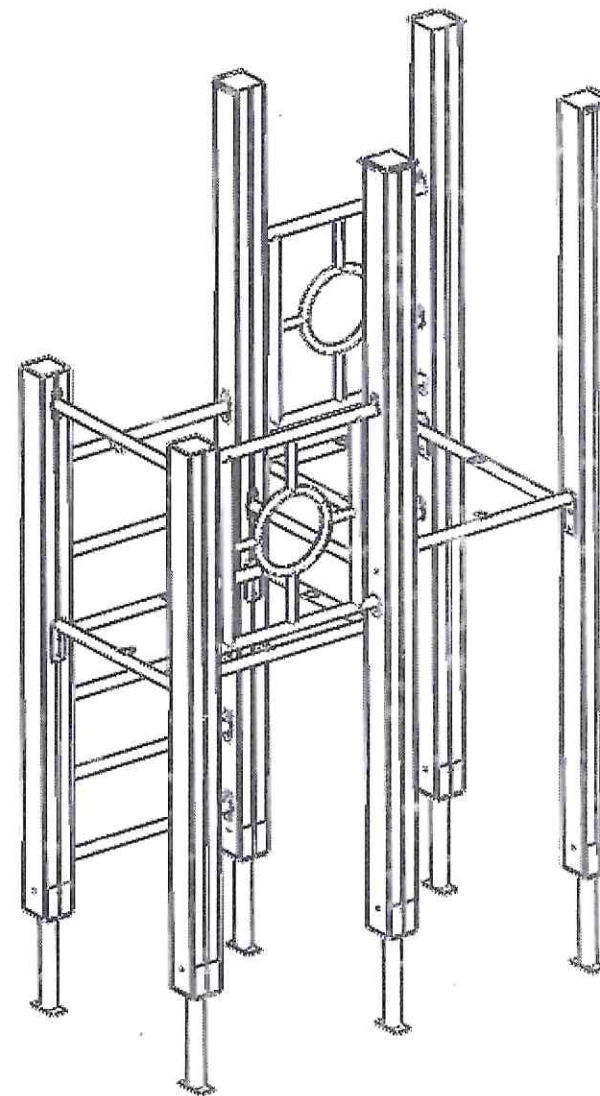

Рисунок 7
2. Установить на столбы металлические рамы пола, металлические ограждения и металлические перекладины, как показано на рис. 7. Отверстия в столбах должны совпадать в верхними отверстиями в пластинах рам.